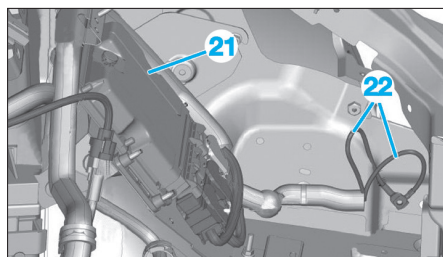

Fig. 71
- Déposer le calculateur de gestion moteur (21) (**Fig.71**) (voir opération concernée).
- Déconnecter les masses (22).